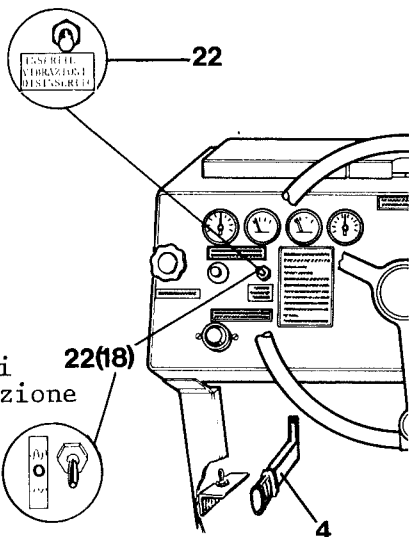

Fig. 3
- 4 Impostare l'interruttore delle vibrazioni (22) nella posizione di INSERITO. (Sui rulli compressori dotati di interruttore impostare sulla posizione 0)
- 5 Accertarsi che la marcia sia inserita. Leva (4), fig. 3.